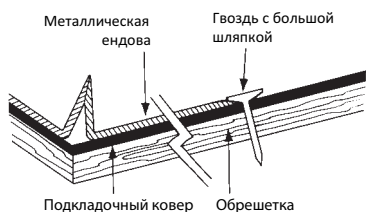

Рис. 6-22: Крепление металлической гидроизоляции ендовы гвоздями с большой шляпкой.
3. Закрепите металлическую ендову по обоим краям через каждые 60см либо металлическими кляммерами, либо гвоздями с большой шляпкой. При использовании гвоздей с большой шляпкой размещайте стержень гвоздя рядом с металлическим краем таким образом, чтобы не ограничивать перемещение этой металлической детали (Рис. 6-22).